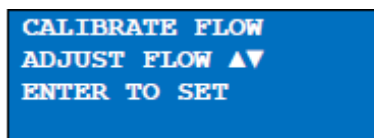

图 20：流量校准
- 3.然后使用上下箭头调节流量直到参考流量表在范围内。每次调节后等待几秒，流量系统跟参考流量计稳定下来。图 20 显示流量校准界面例子。